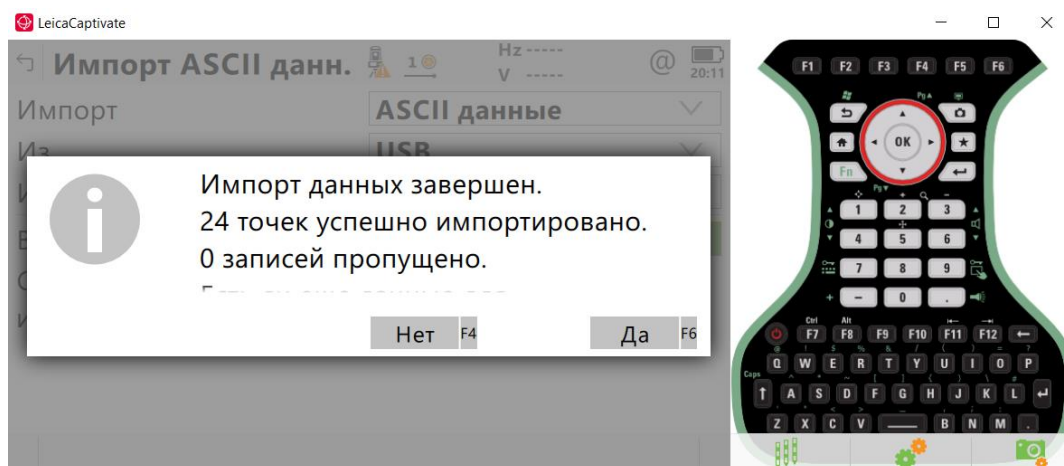

Рисунок 11 – Уведомление об импорте
11. При успешном импорте точек должно появиться следующее окно (рис. 11):